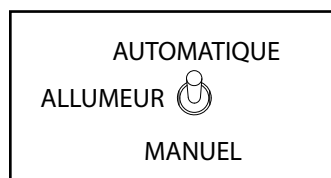
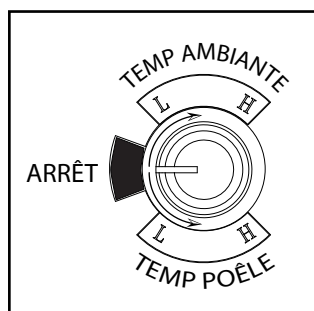

Figure 4.4
Figure 4.5
4. Placez le commutateur à bascule sur le mode souhaité « automatique ou manuel ». Figure 4.4. Placez le bouton de réglage de l'alimentation sur le paramètre souhaité et le cadran mode sur « Room Temp » ou sur « Stove Temp » Figure 4.5.